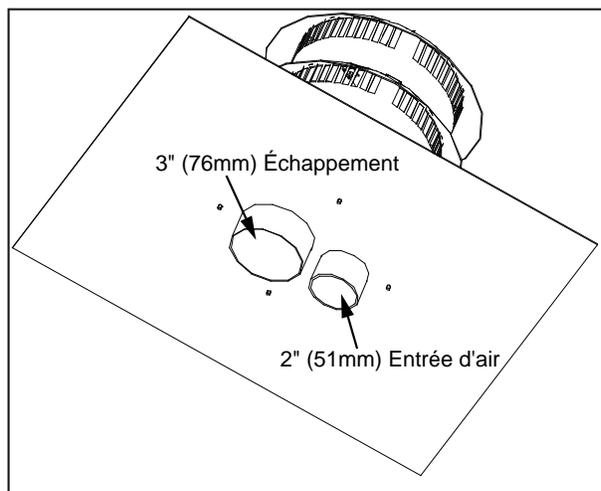

Figure 29: Bouchon Vertical de Conduit
7. Au sommet de la cheminée, appliquer un cordon de Mill Pac-Noire étanchéité sur le Ø3" (76mm) du tuyau de la sortie d'évacuation (voyez figure 29). Faites glisser la chemise sur le flex évent et le fixer avec trois (3) vis à tôle régulièrement espacées.
8. Placer un cordon de silicone à haute température sur le col d'admission de l'évent terminal (voyez la figure 29). Faites glisser le Ø2" (51mm) de ligne d'admission flex sur le col, la doublure sécurisé Flex avec trois (3) vis à tôle régulièrement espacées.